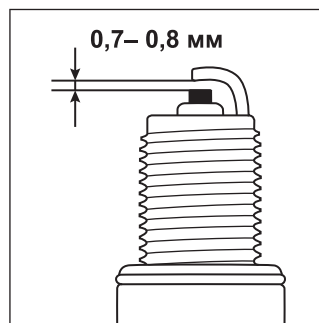

Рис. 16
6. Проверьте величину зазора между заземляющим и центральным электродами, используя специальный щуп. При необходимости установите зазор 0,7-0,8 мм (рис. 16).